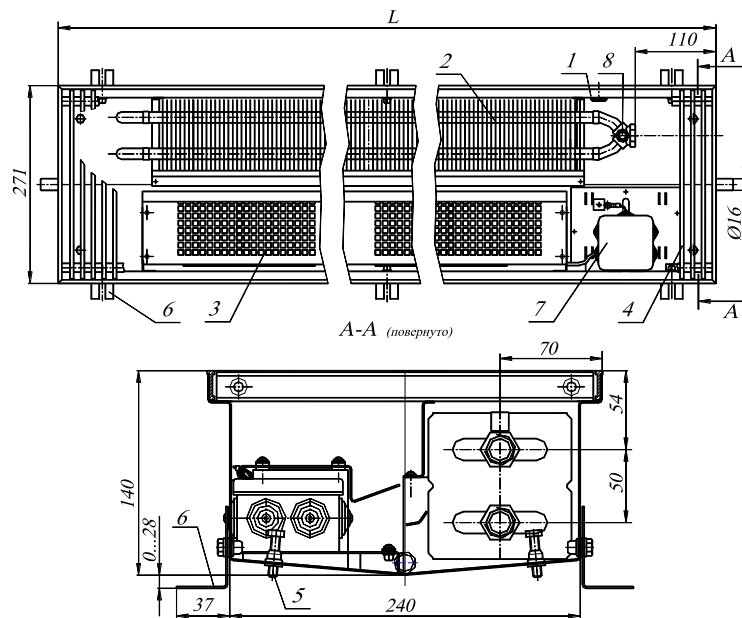

Рис.1 Конвектор КВОК12 27.14.060...300-К-П
4.1. Конвекторы имеют (см. рис.1, 3):
4.2 Размеры изделий представлены на Рис.1, 2, 3, 4 и в таблице 1, 2.